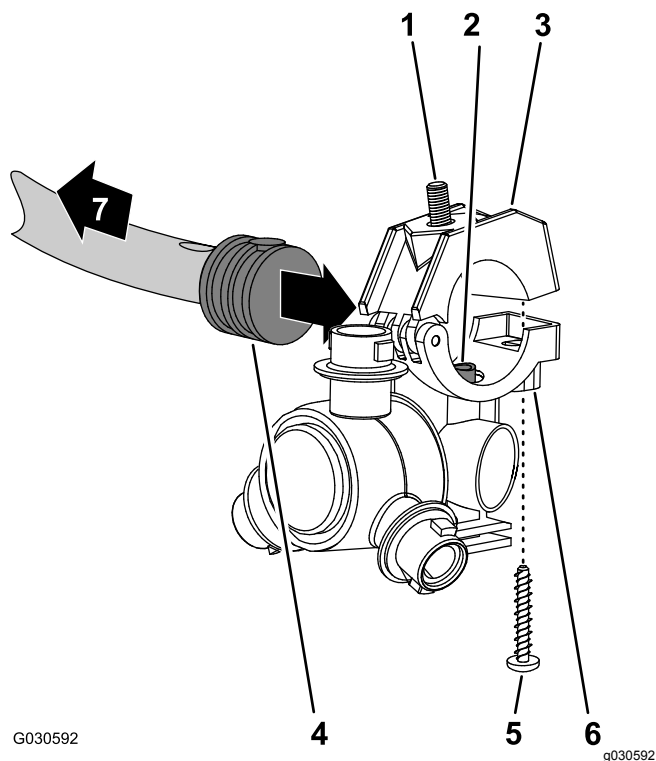
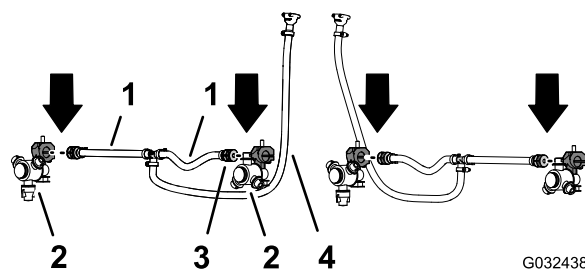

Рисунок 80
Рисунок 81
1. Возьмите распылительные сопла, снятые при выполнении пункта 12 Демонтаж шлангов распылительных сопел в системе с тремя секциями (страница 34), и выверните винты из нержавеющей стали, которые крепят верхние половины зажимов к опорам (Рисунок 80).
- Найдите отверстие в боковой части хвостовика одностороннего шлангового штуцера типа «елочка», установленного в конце шланга длиной 25 см, входящего в состав шлангового узла (клапан опрыскивателя 5 или 6), для средней секции стрелы (Рисунок 80 и Рисунок 81).
- Совместите трубу для перекачивания в опоре распылительного сопла (Рисунок 80) с отверстием в боковой части хвостовика одностороннего шлангового штуцера типа «елочка» (1/2 дюйма).
- Установите верхнюю половину зажима поверх хвостовика штуцера типа «елочка» и закрепите половину зажима и корпус распылительного сопла (Рисунок 80) с помощью винта из нержавеющей стали (№ 12 x 1-1/4 дюйма); затяните винт из нержавеющей стали с моментом от 226 до 282 Н·м.
- Повторите пункты с 2 по 4 для хвостовиков односторонних штуцеров типа «елочка» других узлов шлангов (клапаны опрыскивателя 5 или 6) в средней секции стрелы (Рисунок 80 и Рисунок 81).